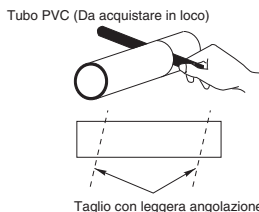

Fig. 3-36
- (5) Misurare lo spessore del muro dal bordo interno a quello esterno e tagliare il tubo in PVC ad un leggero angolo di 6 mm inferiore allo spessore del muro. (Fig. 3-36)